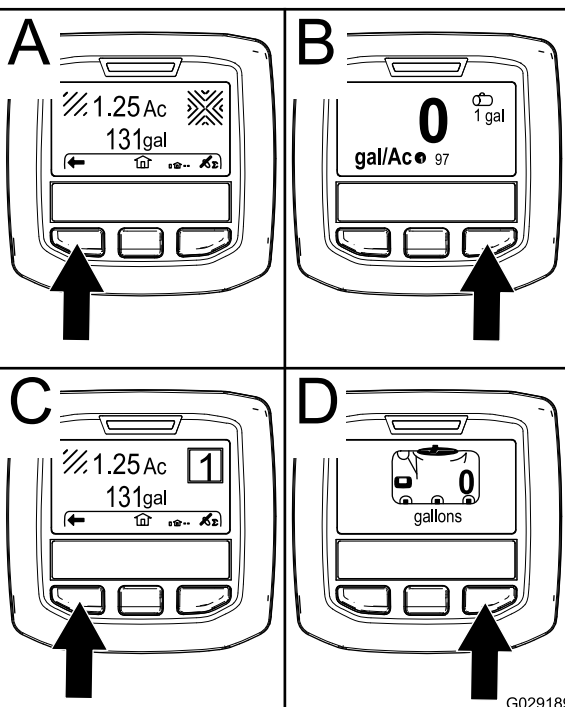

Figura 51
- Pulsante di selezione destro: **Area irrorata totale** (A della Figura 51)
- Pulsante di selezione destro: **Volume di applicazione** (B della Figura 51)